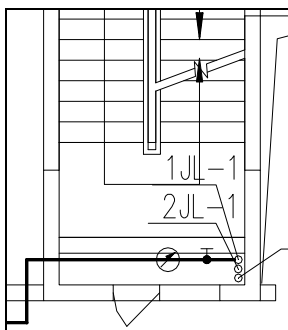

图 13-26 插入图块
**04** 插入截止阀和水表图块。单击“图库图层”→“图库管理”命令，在【天正图库管理系统】对话框中选定待插入的附件图块插入至图形中，绘制结果如图 13-26 所示。